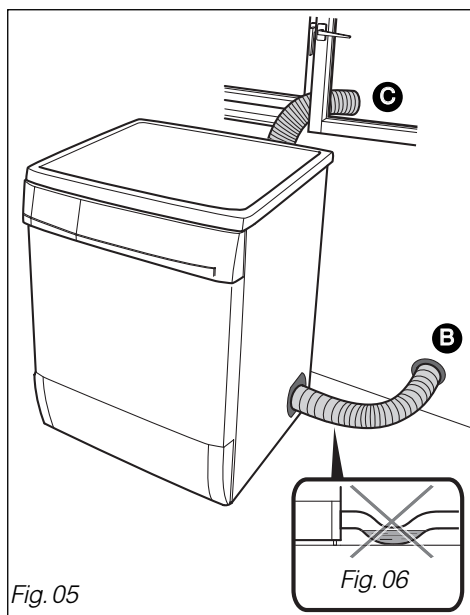

Fig. 05
• **Soit par un raccordement fixe dans le mur :** (Fig. 05) **B**
• **Soit de façon temporaire :** (Fig. 05) **C**
- elle doit comporter le moins de coudes possible (2 au maximum) et éviter les points bas (voir Fig. 05 et Fig. 06 page précédente).